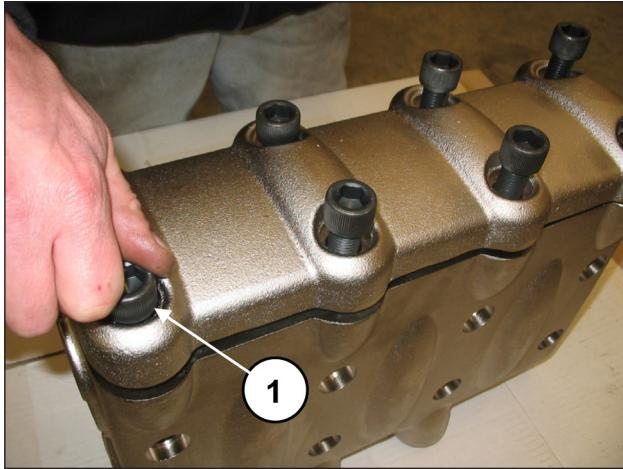
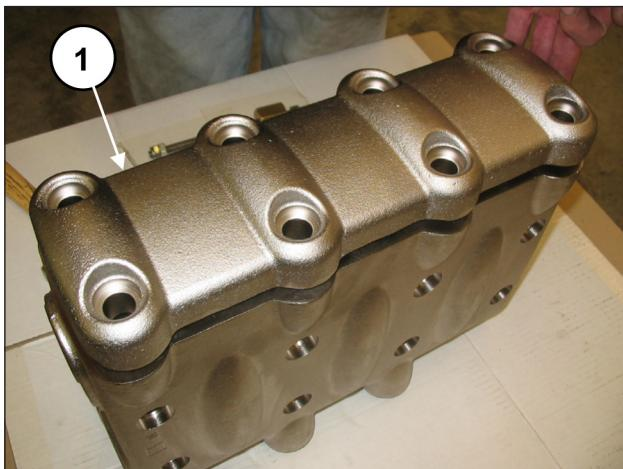

图 106
图 107
拧下阀盖的8个M16x55螺栓（位置①，图 106）并拆除阀盖（位置①，图 107）。